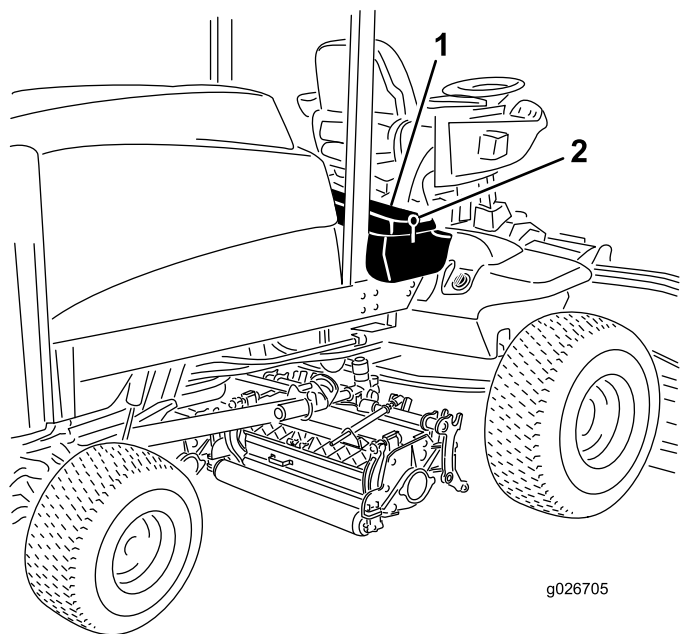

図 56
1. 運転席のコンソールパネルのラッチを外して持ち上げる 図 56。